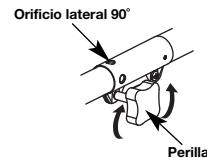

Fig. 13
ADVERTENCIA: Evite los arranques accidentales. Colóquese en posición de inicio cuando tire de la cuerda de arranque (Fig. 13). El operador y la unidad deben estar en una posición estable al arrancar la unidad para evitar graves lesiones personales.
- Gire la perilla en sentido antihorario para aflojarla (Fig. 13).
- Gire la perilla en sentido horario para ajustarla (Fig. 13).
Para recortar bordes mientras usa el accesorio de corte de cabeza de línea con modelos EZ-Link™, trabe el botón de desconexión en el orificio lateral de 90° (Fig. 13).